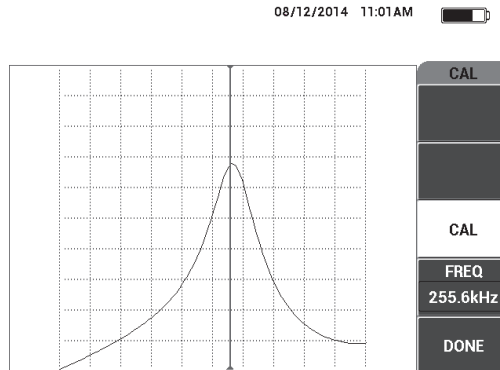

Figura 6-39 Tela CAL
6. Pressione **DONE** (tecla E) [veja Figura 6-39 na página 157].